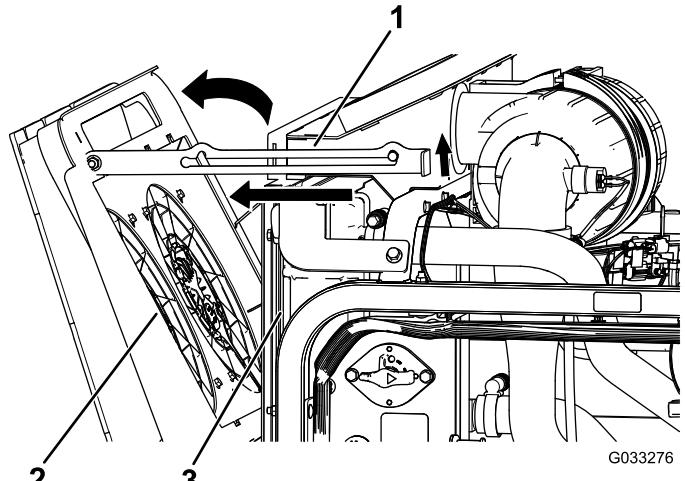

Bild 86
2. Drehen Sie die Kühlventilatoren des Motors zur Rückseite des Kühlers und arretieren Sie die Stützstange in der Kerbe (Bild 86).